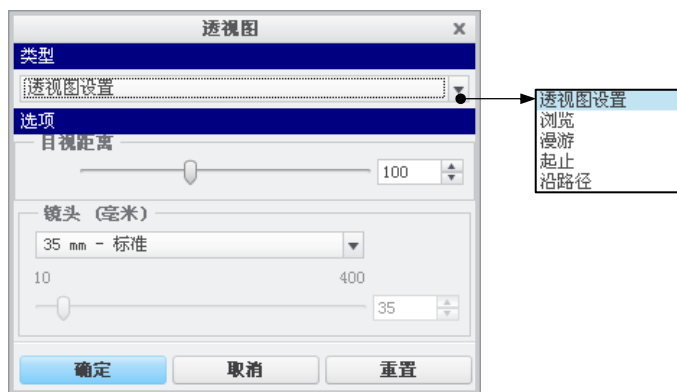

图 12.3.1 “透视图”对话框
Step1. 在 **渲染** 功能选项卡中选择 **透视图** 命令，系统弹出“透视图”对话框，如图 12.3.1 所示。